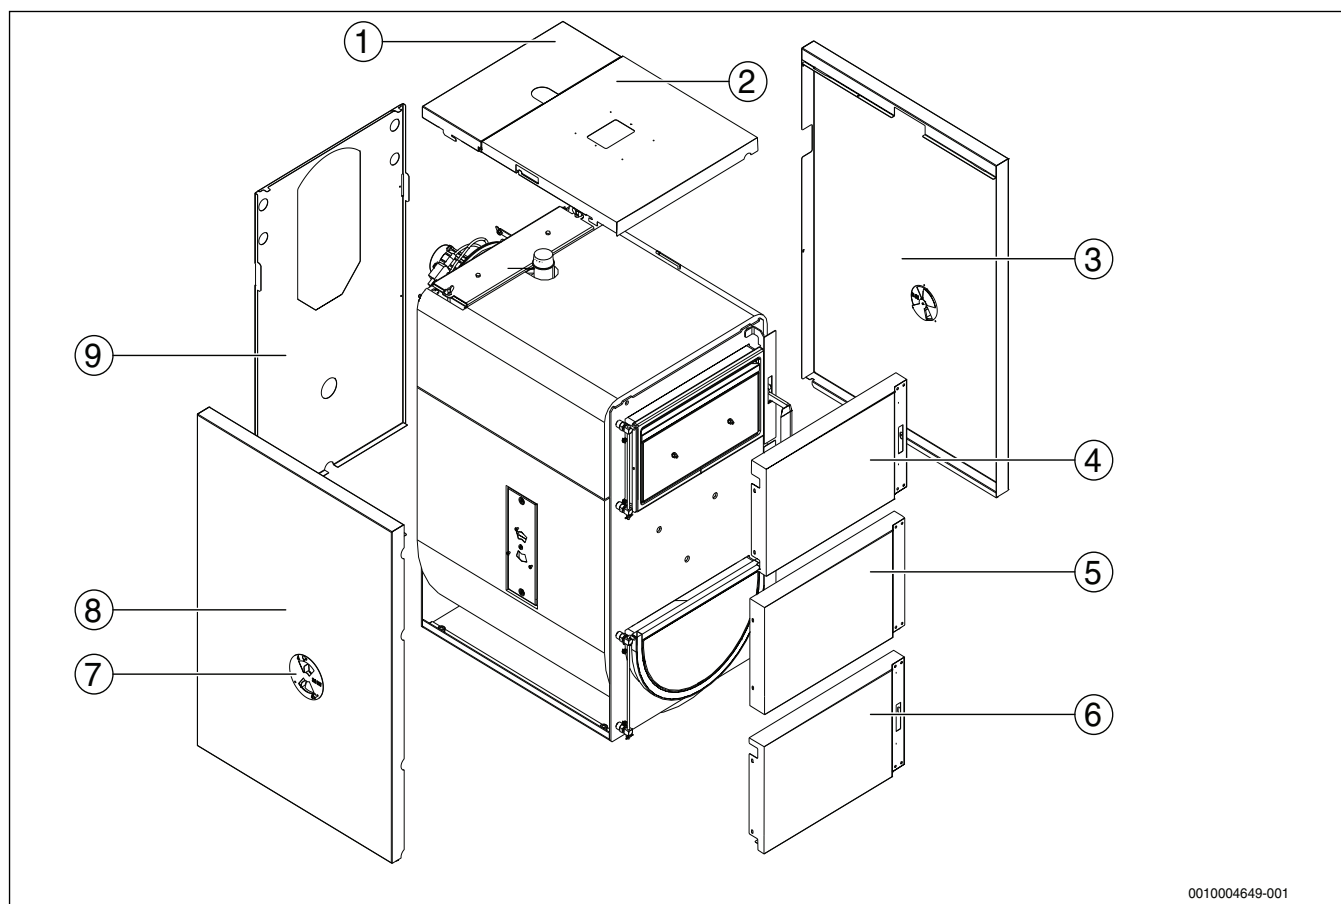

Рис. 4 Элементы облицовки котла
- ▶ Потяните заднюю верхнюю облицовку (→ рис. 4, [1]) назад и снимите вверх.